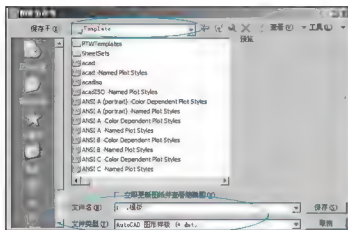

图 4.84 【图形另存为】对话框
④ 执行【**擦除**】命令将水平线擦除。
(10) 将图形文件另存: 执行菜单栏中的【**文件**】|【**另存为**】命令, 打开【**图形另存为**】对话框, 在【**文件类型**】下拉列表中选择【**AutoCAD 图形样板 (*.dwt)**】选项, 此时 AutoCAD 自动选择 AutoCAD 2006 安装目录下的 Template(样板)文件夹。把文件命名为“1 : 1 模板”, 如图 4.84 所示。